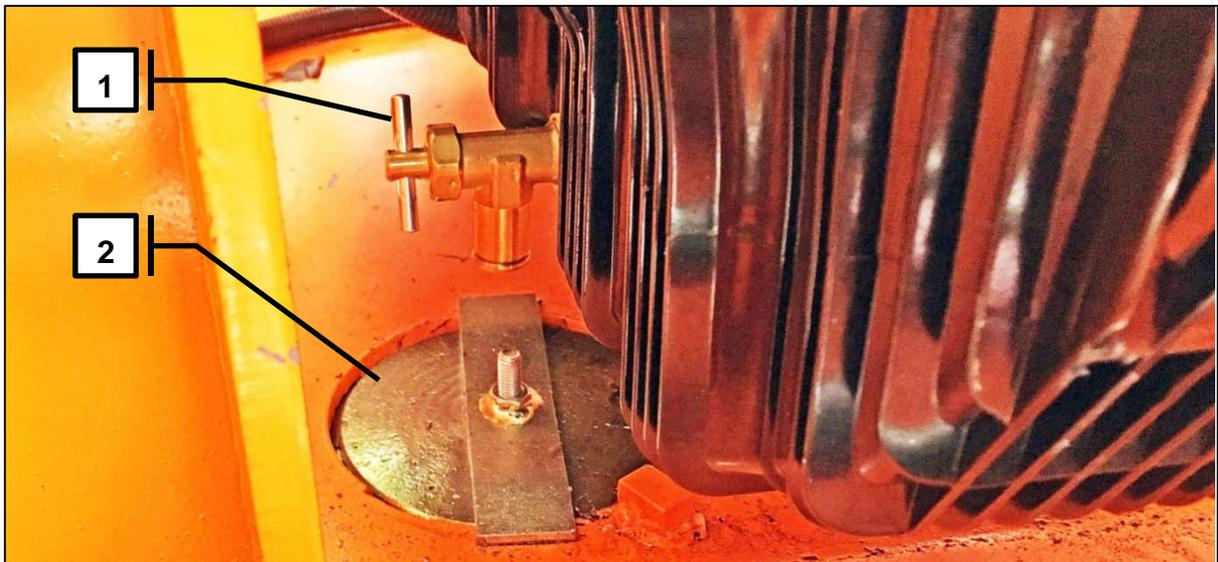

Рис. 31- Слив моторного масла
После того как двигатель прогреется при нормальной рабочей температуре, заглушите двигатель. Масло из двигателя следует сливать (рис. 31), когда оно еще теплое и хорошо текучее. Соблюдайте следующую процедуру:
- Отвинтите винт и снимите крышку 2 (рис. 31) на нижней части рамы под двигателем.
- Поместите емкость под сливной патрубком 1 (рис. 31).
- Откройте сливной патрубком 1 (рис. 31) в нижней части двигателя и слейте масло в подготовленную емкость.
- После того как масло полностью стечет, закройте сливной кран 1 (рис. 31).
- Закройте нижнюю часть рамы крышкой 2 (рис. 31).
- Снимите емкость под сливным краном 1 для масла (рис. 31) и выбросьте отработанное масло в соответствии с местными правилами.